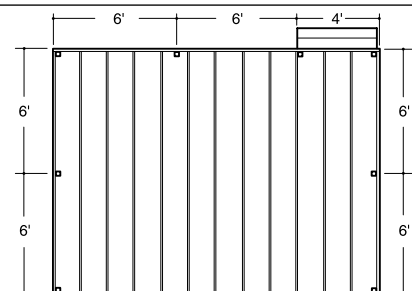

fig. 3
Paso 1 Determine el número de postes de barandal necesarios para su terraza. El espacio entre postes es de 183 cm (6 pies) entre centros. Ejemplo: Una terraza de 366 x 488 cm (12 x 16 pies) anexa a un edificio con una entrada de 122 cm (4 pies) en un lado necesitará en total ocho postes (fig. 3).